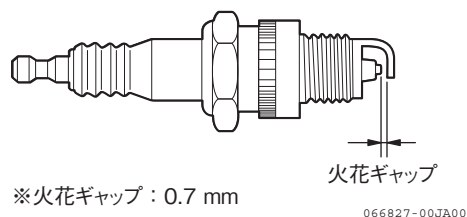

図 4-45 火花ギャップ
6. 火花ギャップ（電極すき間）を0.7 mmに調整します。（図 4-45）